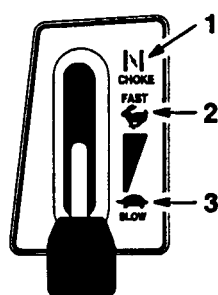

Fig. 8
4. Sett gasshendelen på “CHOKE” (fig. 8).
6. Etter at motoren har startet skyver du gasshendelen langsomt til “FAST” (HURTIG) (fig. 8). Hvis motoren blokkes eller nøler, fører du hendelen tilbake til “CHOKE” i noen sekunder før du skyver den til “FAST” igjen. Gjenta dette om nødvendig.
1. Før gasshendelen til “SLOW” (fig. 8).